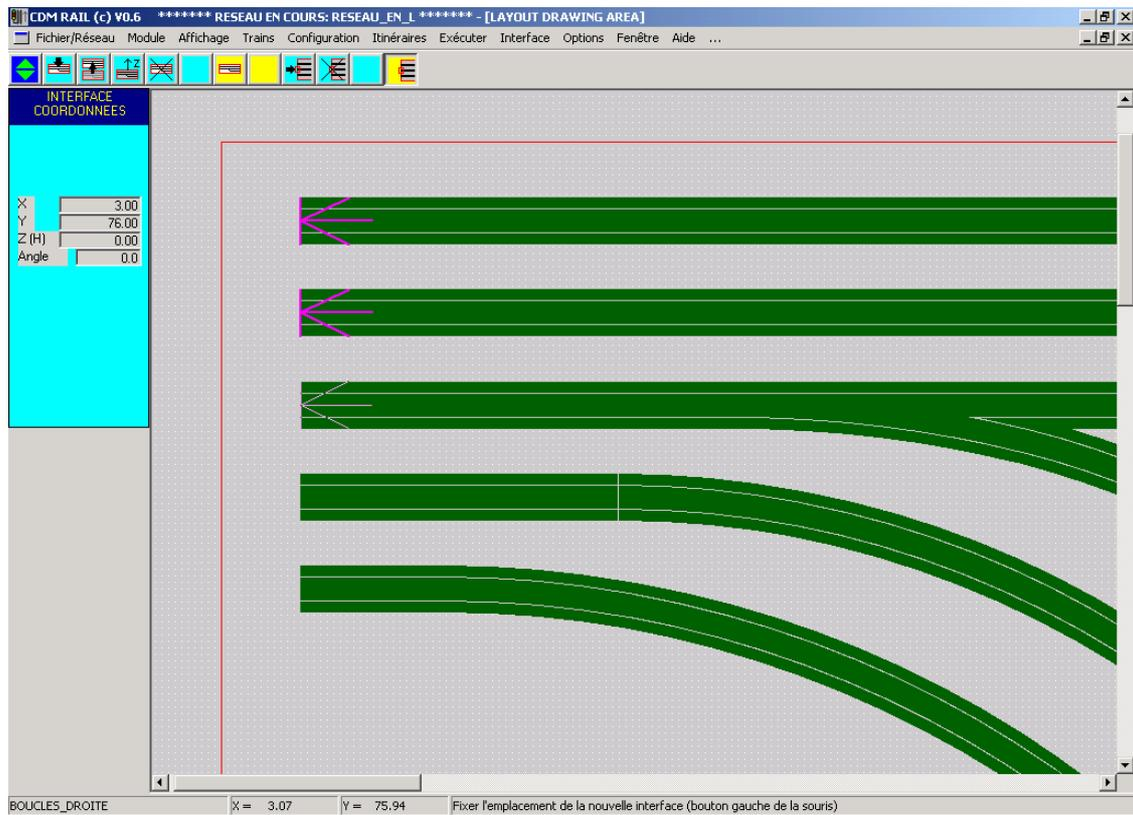

Figure MM-3-19: Ajout des interfaces (vue "zoomée").
- Le logiciel attend alors la sélection d'un port de segment non connecté: cliquer sur l'un des 5 ports prévus à cet effet. le symbole d'interface se superpose à l'extrémité du segment (figure MM-3-19).